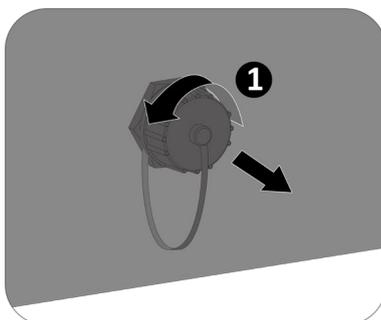

Abb. 43. Kappe entfernen
1. Kappe vom COM1-Anschluss entfernen (siehe Abb. 43)